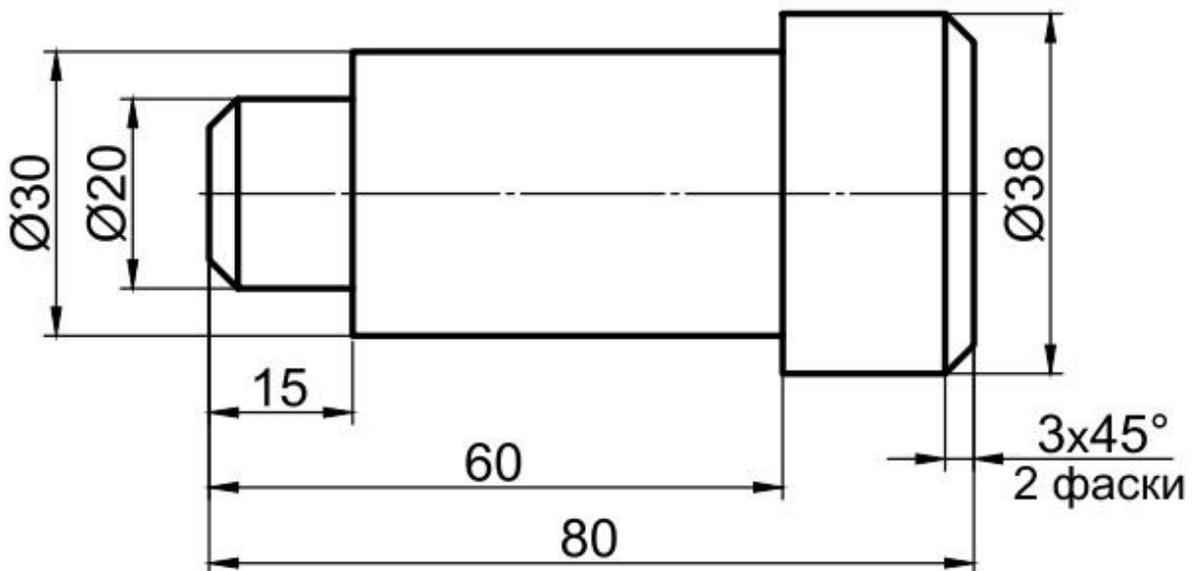

Рис.2
1. По данному образцу (Рис. 1) и эскизу (Рис. 2) выточить вал;